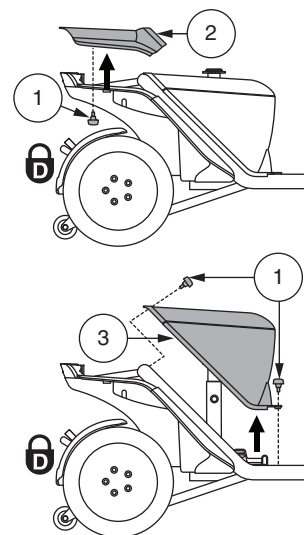

Figure 11. Retirer/Installer le protecteur de la batterie
1. Retirez le siège et le capot à batteries. Voir la figure 11.
- a. Retirez les deux (2) vis moletées du le capot arrière du VMP qui le fixe sur la structure et soulevez-le à la verticale. Voir la figure 11.
- b. Retirez les quatre (4) vis moletées du couvercle à batteries qui le fixe sur la structure et soulevez-le à la verticale. Voir la figure 11.